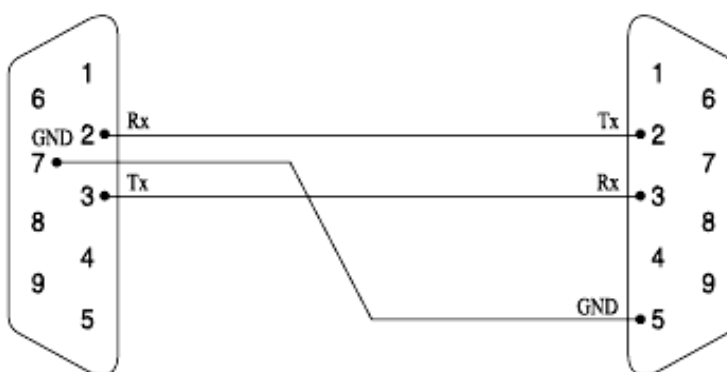
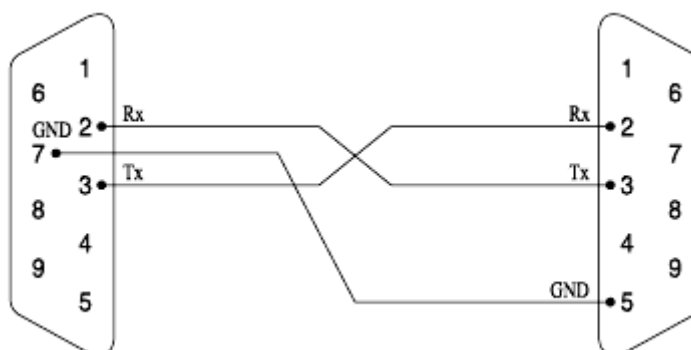

Рис. 8.1. Схема розпайки кабелю для підключення ваг до принтеру
Рис.8.2. Схема розпайки кабелю для підключення ваг до комп'ютеру
- Підключіть до ваг зовнішній пристрій (принтер або комп'ютер) за допомогою відповідного кабелю (рис.8.1, рис.8.2).